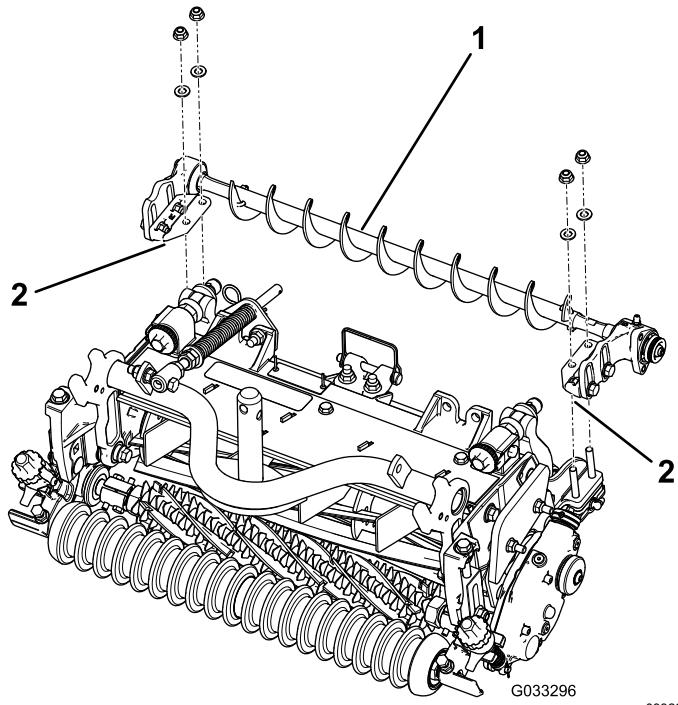

图 5
2. 将左侧或右侧的滚筒刷组件安装支架固定到滚筒支架螺栓上 图 5。